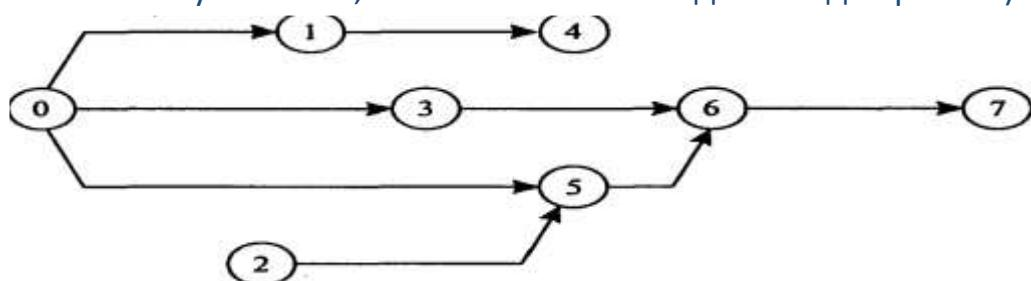

Рис. 6.3
5. В сетевом графике не должно быть тупиков, т.е. событий, из которых не выходит ни одной работы (кроме завершающего события), и событий, в которые не входит ни одной работы (кроме исходного события) (рис. 6.3: событие 4 является тупиковым, а в событие 2 не входит ни одна работа)